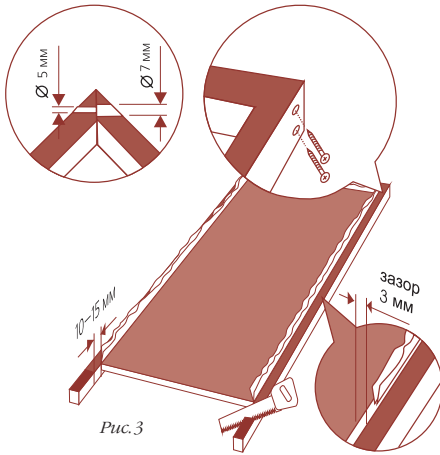

Рис. 3
- 2.3 Уложите горизонталь и вертикаль коробки, как показано на рис. 3.